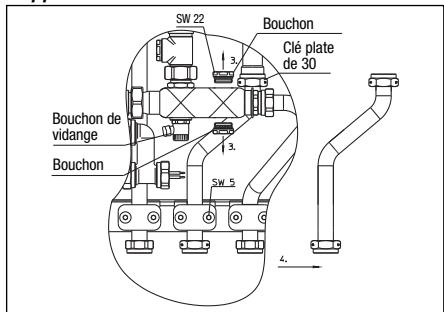

Fig. 4 Démontage des composants
2. Vidanger la station d'appartement «Regudis W-HTU» complète (par ex. à l'aide du bouchon de vidange fig. 4).